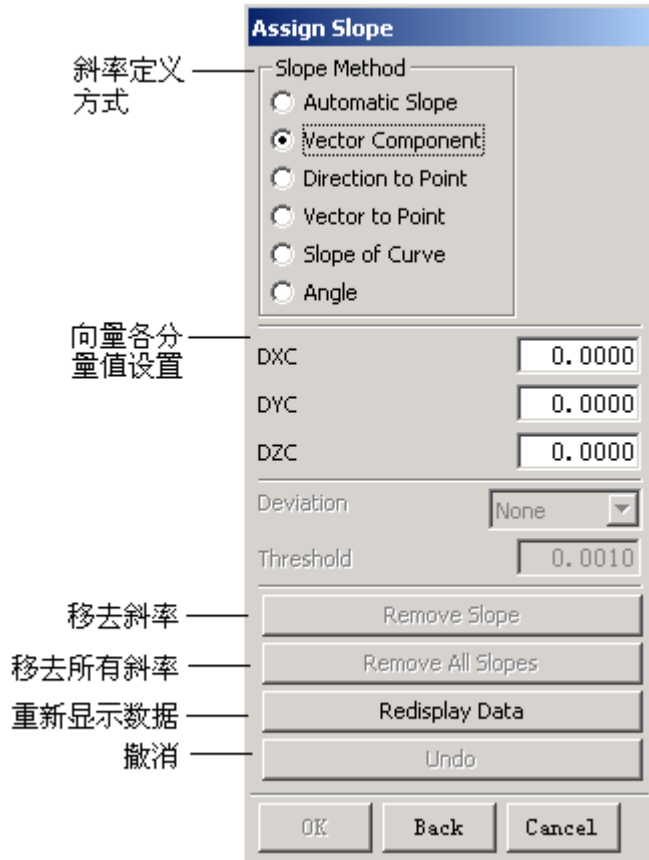

图 4.76 Assign Slope 对话框
1) 单击 Assign Slopes 按钮后，系统会弹出如图 4.76 所示的 Assign Slope（定义斜率）对话框，让用户设置各定义点的斜率。